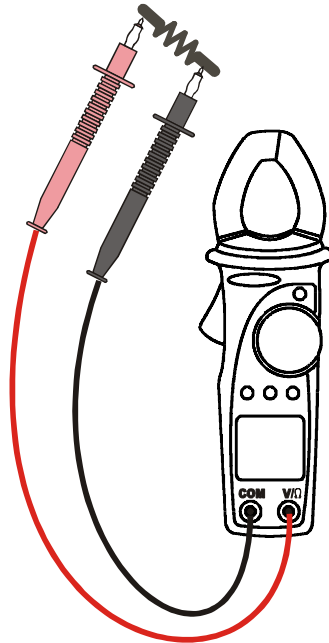

Fig. 9: Uso del instrumento para la medida de continuidad
2. Conecte las dos puntas de prueba en los terminales de la pinza, la roja en el terminal V/Ω y la negra en el terminal COM, como visualizado en Fig. 9.